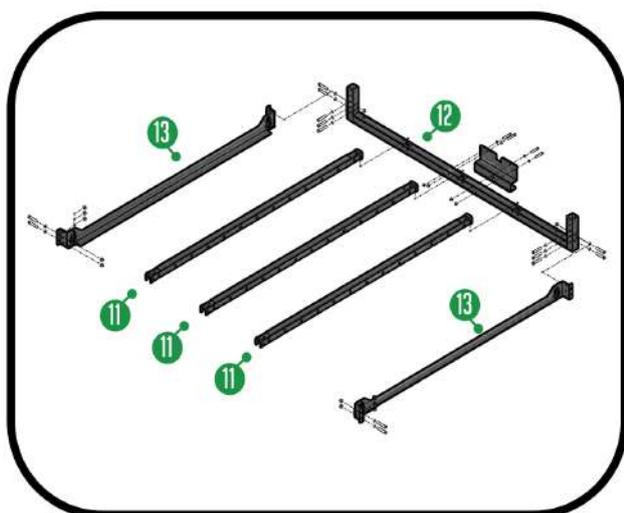

FIG. 34
- 8.1 Con due viti fissare il labbro della sponda laterale (13) ai due fori esterni ricavati sulla traversa saldata (12) fornita nel kit lasciando libera l'altra estremità della sponda laterale (13) (fig. 34)
- 8.5 Alloggiare le traverse ad incastro (11) negli appositi alloggiamenti ricavati nei corpi delle traverse saldate (12) (fig. 34)